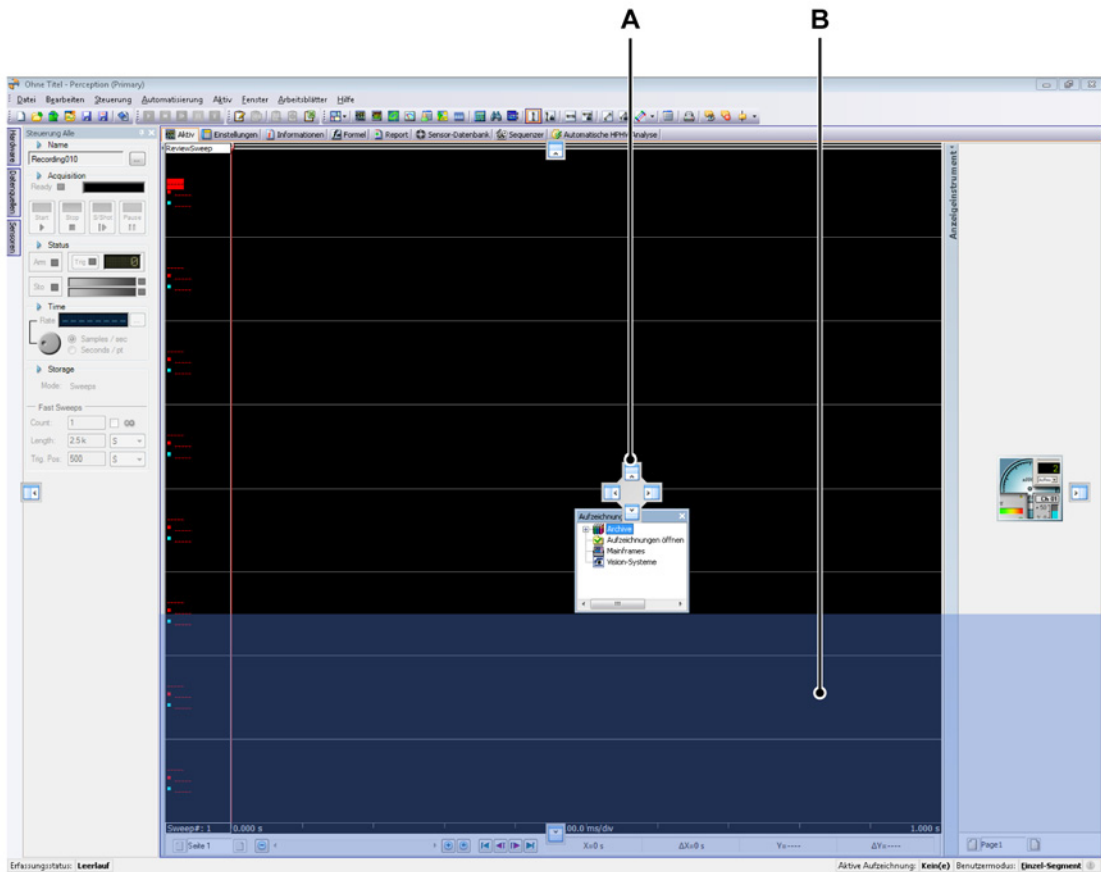
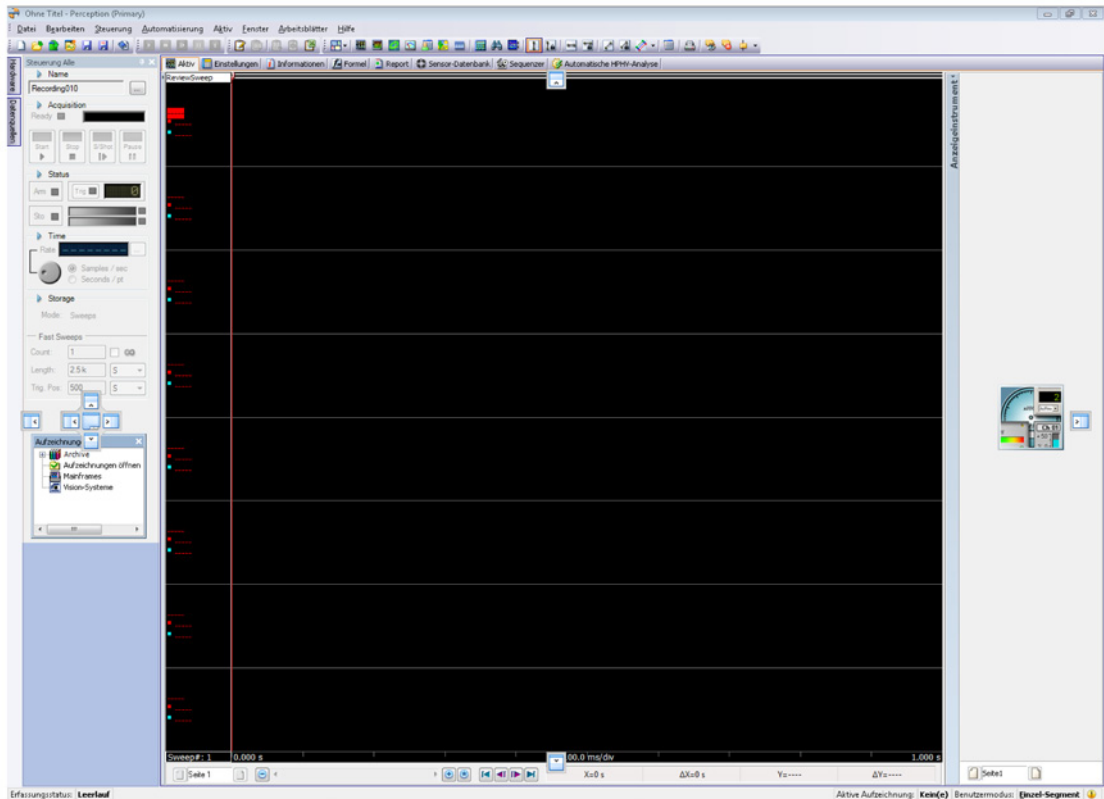

Abbildung 3.8: Hauptbereich der Palettenpositionierung
Abbildung 3.9: Relative Palettenposition
- 3 Führen Sie den Mauszeiger über eines der Etiketten und lassen Sie die Maustaste los, damit die Palette dort andockt. Sie können sie entweder im Hauptbereich andocken lassen (siehe Abbildung 3.9) oder in Relation (siehe Abbildung 3.8 Seite 60) zu einer bereits andockten Palette.